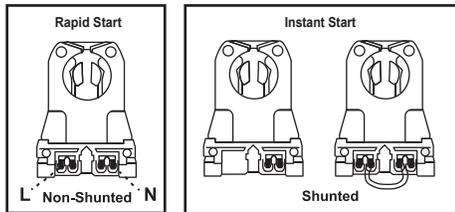

Fig. 1A Not shunted & Shunted sockets / Douilles non shuntées & Douilles shuntées
6. Ensure that the fixture contains non-shunted G13 bi-pin sockets (Fig. 1A).
6. Assurez-vous que le luminaire contient des douilles à deux broches G13 non shuntées (Fig. 1A).